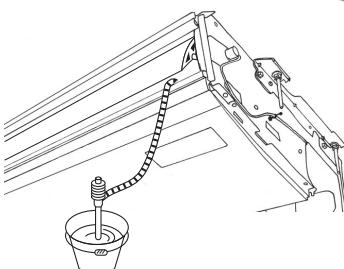

Fig. 5-3
5. Ελέγχετε την αποστράγγιση. (Fig. 5-3)